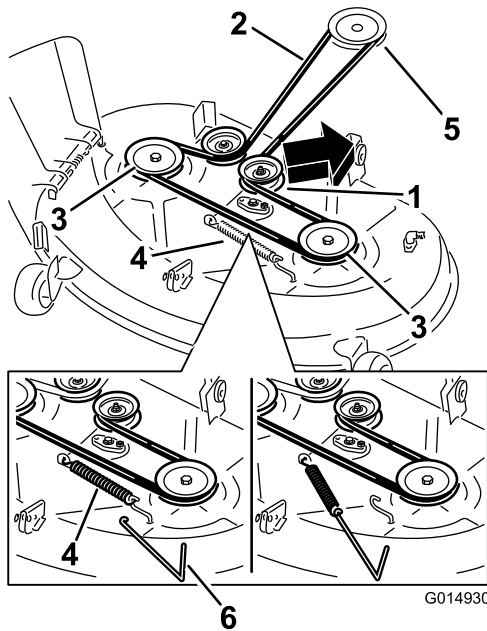

Figure 61
5. À l'aide d'un outil de dépose de ressort (réf. Toro 92-5771), décrochez le ressort du crochet sur le tablier pour détendre la poulie de tension, et déchaussez la courroie des poulies (Figure 61).
7. À l'aide d'un outil de dépose de ressort, accrochez le ressort au crochet situé sur le tablier pour tendre la poulie de tension et la courroie du tablier de coupe (Figure 61).